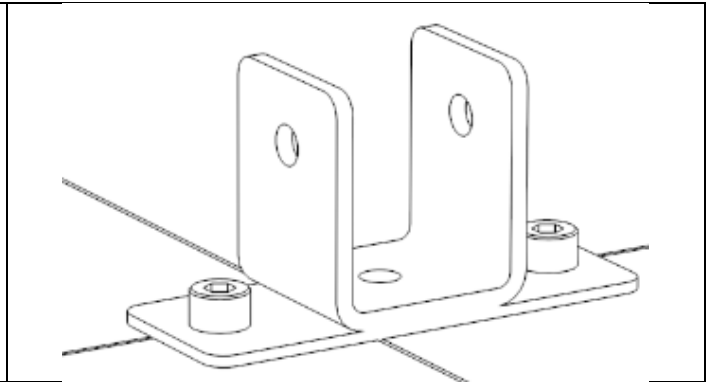

Bild 17
- Ziehen Sie die Schrauben am Halter (C2) fest (Bild 17).